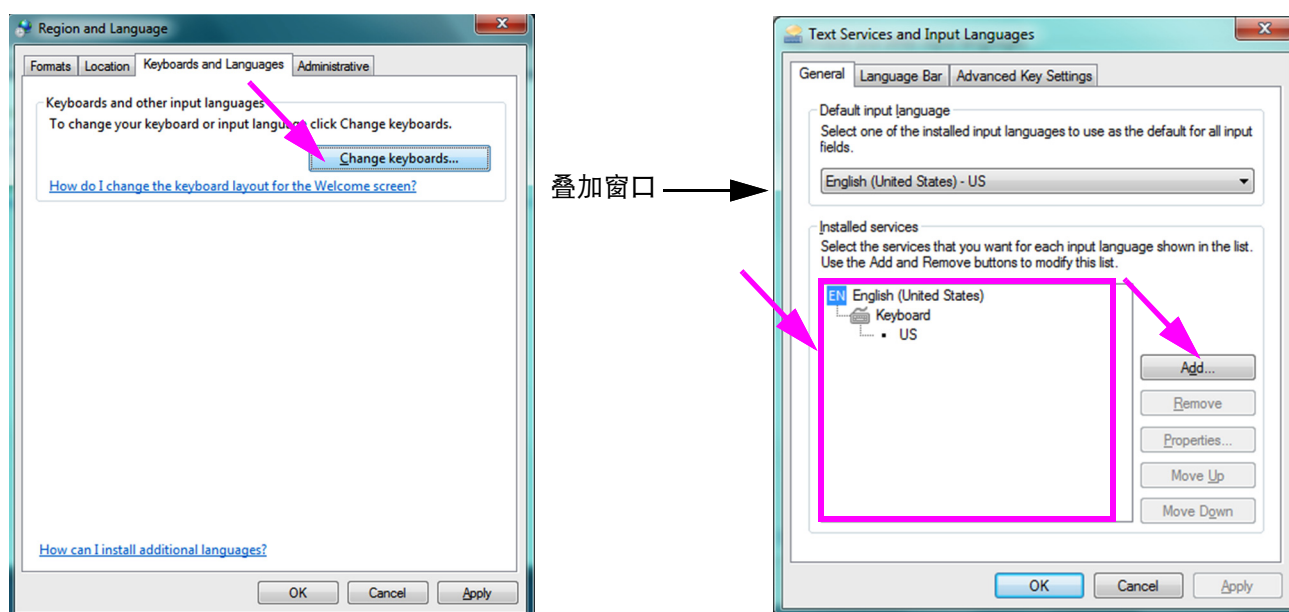

图 C-8. Region and Language（区域和语言）和 Text Services and Input Languages（文本服务和输入语言）屏幕
2. 出现 Keyboards and Languages（键盘和语言）选项卡时，单击 **Change Keyboards...**（更改键盘...）按钮（请参见图 C-8）。出现一个叠加窗口，列出已安装的服务（可用的语言键盘）。
- 如果 Installed Services （已安装的服务）方框中不存在所要的语言，单击 **Add（添加）** 按钮（请参见图 C-8）。